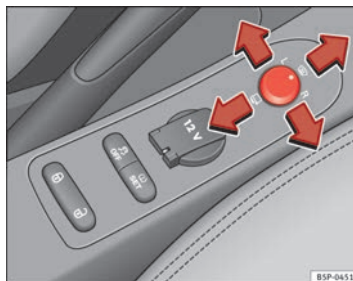

Fig. 88 Commande des rétroviseurs extérieurs
1. Tournez le bouton rotatif $\Rightarrow$ fig. 88 en position **L (rétroviseur extérieur gauche)**.
- Tournez le bouton rotatif $\Rightarrow$ fig. 88 en position  pour rabattre les rétroviseurs extérieurs. Pour éviter tout dégât, il est conseillé de toujours rabattre les rétroviseurs extérieurs lorsque vous passez dans une installation de lavage automatique.